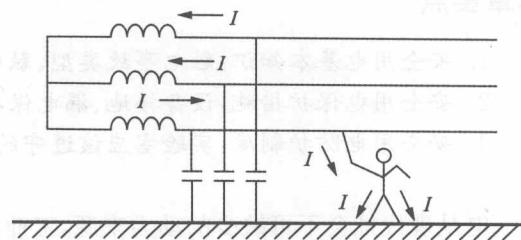

图 1-2 中性点未接地的单相触电
(2) 电源中性点不接地的单相触电，如图 1-2 所示。由于输电线与大地之间有电容存在，交流电可经这种分布电容 C 构成的通路而流入人体。